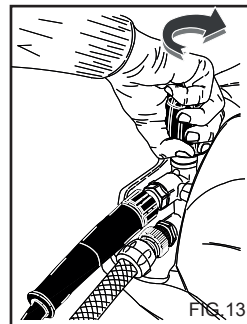

FIG.13
Det här kapitlet innehåller bara de modeller som är försedda med tryckregulator. Med tryckregulatorn fig. 13, kan operatören ställa in arbetstrycket. Drifttryck minskar då ratten C vrids motsols mot (B) (minimum).